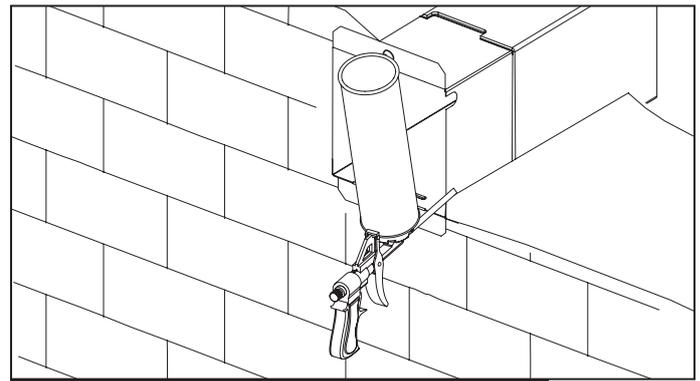

Рис. 12. Размер отверстия под телескопический канал
4. Заполните зазоры между стеной и телескопическим каналом монтажной пеной (см. рис. 12).